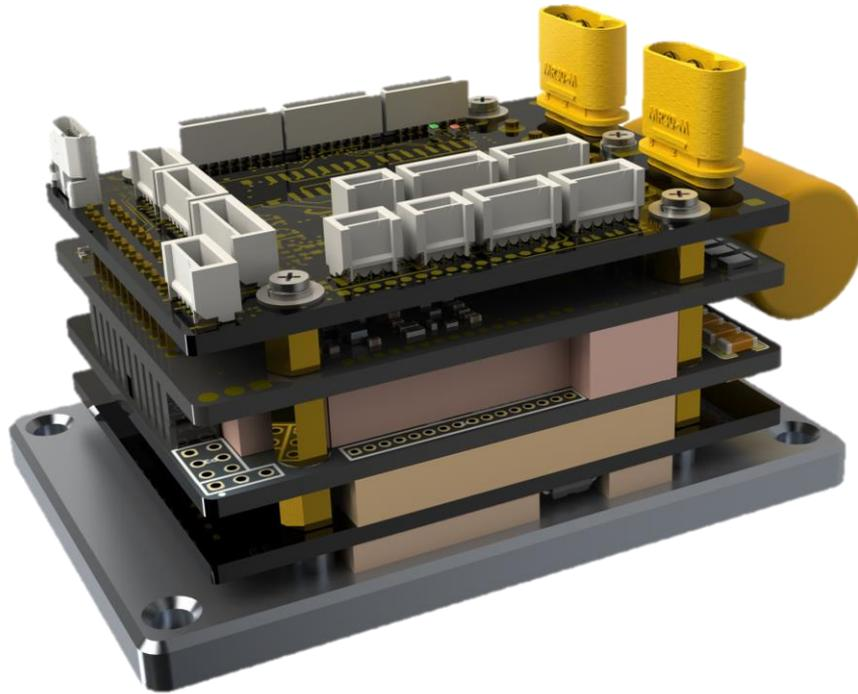

图 2-1 驱动器外形图
- 在安装板的背面标注螺孔位置，孔间距参考图 2-1 如图，散热片孔规格为 M3；